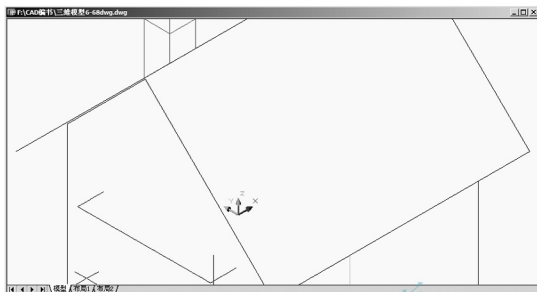

图 6.72 显示的目标对象
- (1) 在命令行输入“DVIEW”后按 Enter 键，启动【设置三维视点】命令。
- (2) 在**选择对象或 <使用 DVIEWBLOCK>**：提示下，按 Enter 键，表示将 AutoCAD 的三维建筑实例作为设置三维视点时显示的目标对象，结果如图 6.72 所示。